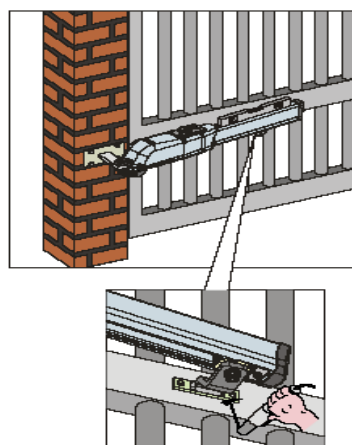

Рис. 13
- 6) Закрывать створку и, удерживая привод строго горизонтально, определить место крепления переднего кронштейна (рис. 13). Горизонтальное положение привода определяется с помощью строительного уровня.
- 7) Временно закрепить передний кронштейн сваркой в двух точках (рис. 13).